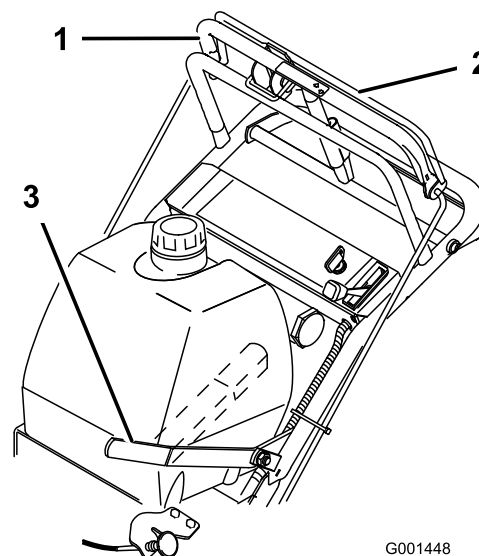

Figura 7
1. Apriete la barra de control de las cuchillas contra la barra de control superior (Figura 7).
Tire de la palanca de control de las cuchillas (TDF) hacia atrás del todo (Figura 7).